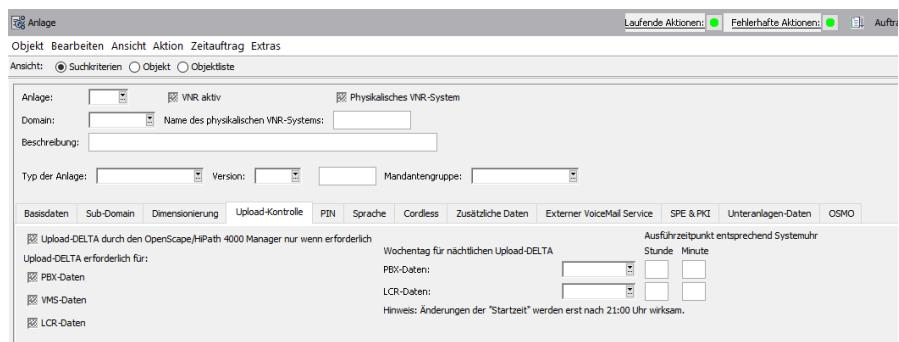

Figure 69: Das Register "Upload-Kontrolle">im Dialogfenster "Anlage"
- b) Fall 2: Es wurden bereits Uploads durchgeführt Wenn zuvor bereits Upload-Vorgänge durchgeführt wurden, stehen in Configuration Management folgende Upload-Typen zur Auswahl (siehe Bild 69):